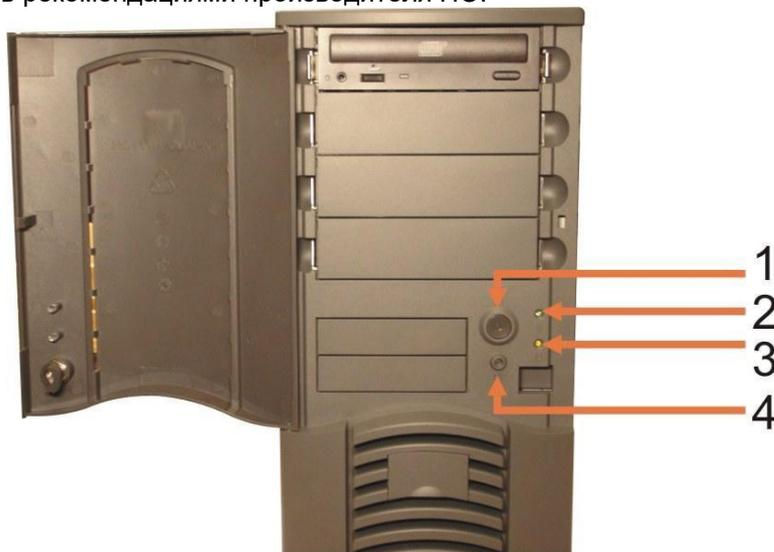

Рис. 2 Лицевая сторона СБ ПЭВМ VIDEOMAX-URM
- 3 - Нажать кнопку включения СБ ПЭВМ VIDEOMAX-URM на передней панели (Рис. 2)